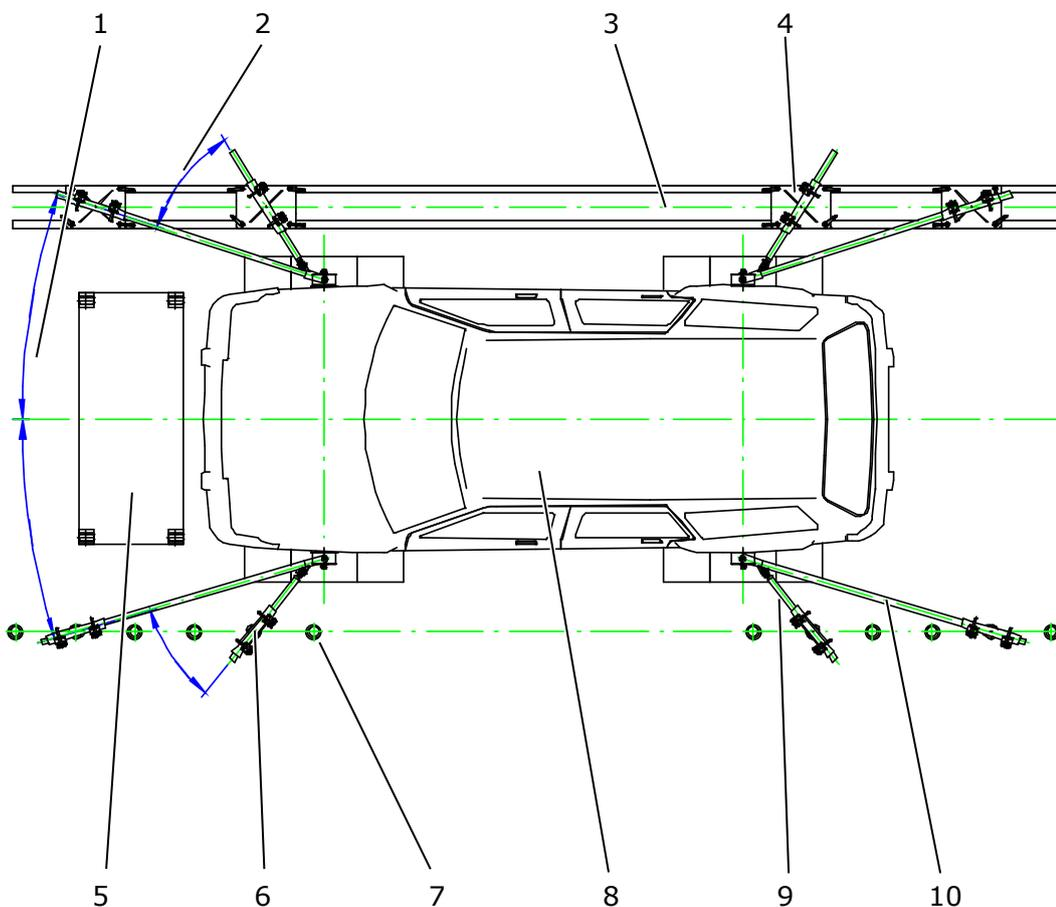

Figure 23 : schéma de fixation avec ancrages coulissants et goujons d'ancrage
2. Mettre la base de fixation en place comme indiqué sur la figure 23.